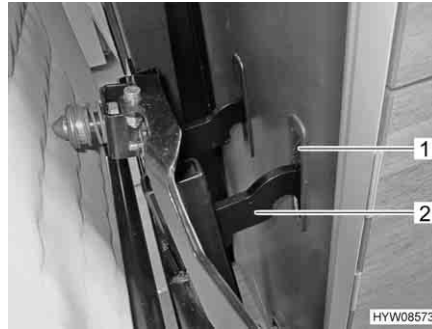

Fig. 10 Estrazione del telaio del sedile
- Sollevare appena il telaio del sedile (Fig. 10,2) e sfilarlo dai supporti tirandolo in avanti (Fig. 10,1).